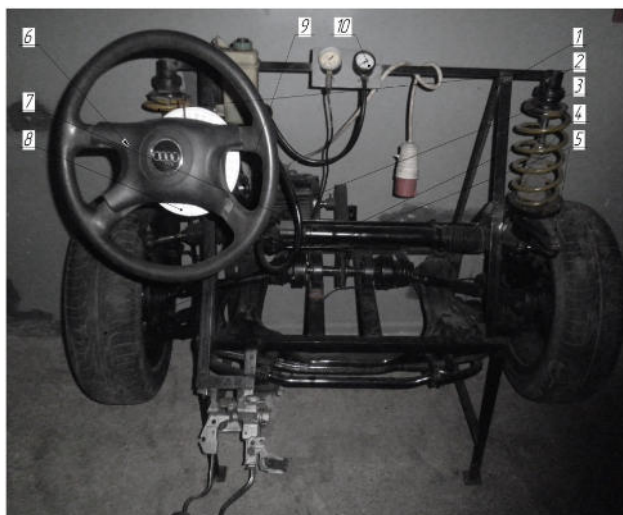
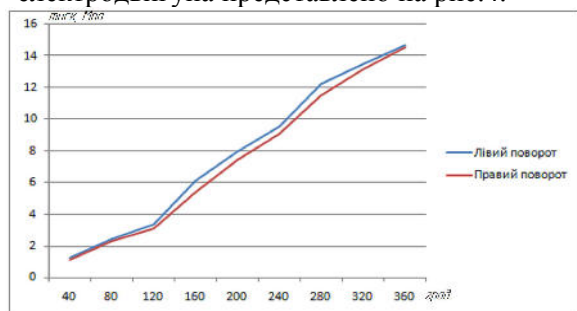
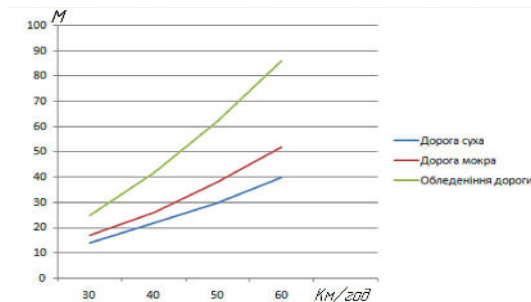

Рис.2 - Стенд для дослідження параметрів кермових та гальмівних властивостей автомобіля
рис.3. Графік залежності тиску від кута повороту рульового колеса
Рис.4. Графік залежності гальмівного шляху від швидкості, при різному дорожньому покритті
Розроблений і виготовлений стенд (рис.2) для дослідження параметрів кермових та гальмівних властивостей автомобіля, а також для перевірки гідропідсилювачів та кермових рейок. Даний стенд складається з рами (1) на яку закріплено дві стійки (2). Обертючий момент від електродвигуна (3) передається на піввісі (4), які в свою чергу обертають колеса (5). Гальмування коліс відбувається за рахунок гальмівної системи, яка встановлена на стенді. Повертання коліс відбувається за допомогою керма (6) яке передає зусилля на кермову рейку (7). Кут повороту керма визначаємо за допомогою шкали (8), а тиск, який створюється в системі гідронасосом (9) відображається на манометрі (10). На основі даного стенда проведено дослідження визначення залежності тисків в рульовій рейці та визначення гальмівного шляху при різному дорожньому покритті. Дана характеристика дає змогу побачити різницю тисків при обертанні рульового колеса як вліво так і вправо. При обертанні колеса ліворуч бачим, що тиск більший ніж при повороті праворуч, це сигналізує про те, що перехід рідини не однаковий у зв'язку з спрацюванням рульової рейки. Таким чином можна перевіряти стан рульових рейок на різницю тисків, які представлено на рис.3. Для визначення гальмівного шляху проводимо розгін колеса до чотирьох різних швидкостей, а потім натиском педалі загальмовуємо колесо, вимір швидкості і її зміну проводимо за допомогою обладнання, яке змінює частоту обертання ротора електродвигуна представлено на рис.4.